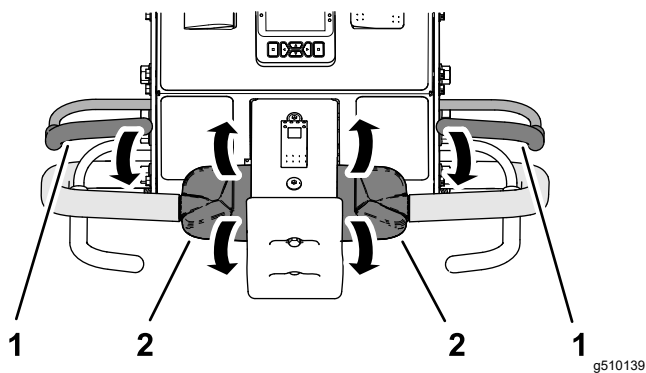

図 32
2. どちらかのオペレータ安全ベイルをハンドルバーとともに握り、走行コントロール 図 32を前方又は後方に回転させ、エンジンを始動する。